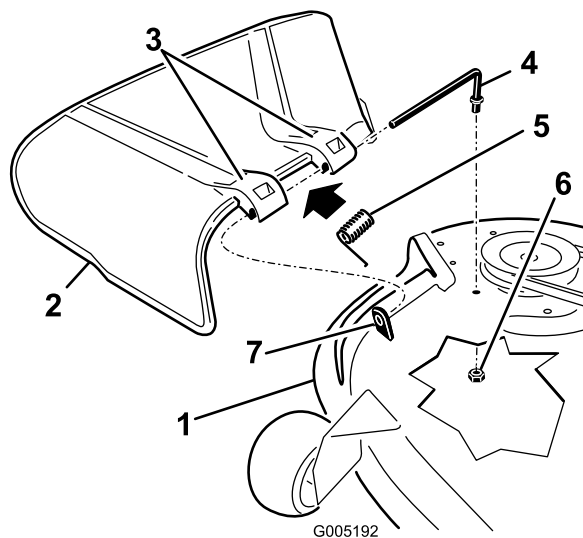

Figura 58
- Localize os itens apresentados em Figura 58.
- Remova a porta (3/8 pol.) da barra debaixo do cortador (Figura 58).
- Faça deslizar a barra para fora da parte saliente curta, da mola e do deflector de relva (Figura 58).
- Substitua o deflector de relva (Figura 58).
de relva. Faça a barra deslizar pelo segundo suporte do deflector de relva (Figura 58).
9. Fixe a extremidade traseira da barra ao cortador com uma porca (3/8 pol.), como se mostra em Figura 58.